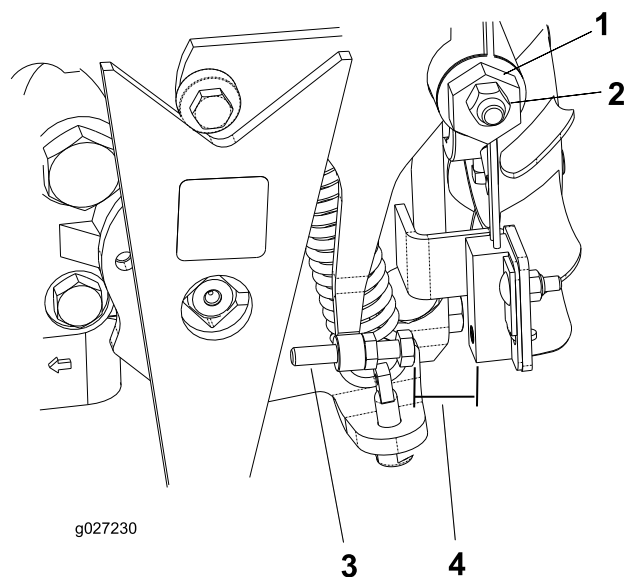

Рисунок 37
4. Ослабьте контргайку на кулачке регулировки тяги (Рисунок 37).
5. Запустите двигатель и поверните шестигранник кулачка (Рисунок 37) в обоих направлениях, чтобы определить среднюю точку хода педали в нейтральном положении.
3. Регулируйте винт до тех пор, пока зазор не составит от 0,8 до 2,3 мм; см. Рисунок 37.